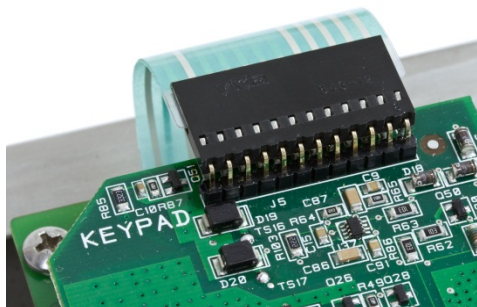

Figura 3-29: Conexión de la teclado en la IND560x-PAB
7. Conecte el cable del teclado numérico en el nuevo punto de conexión en la IND560x-PAB. Este nuevo punto de conexión se indica como "KEYPAD" (Figura 3-29).